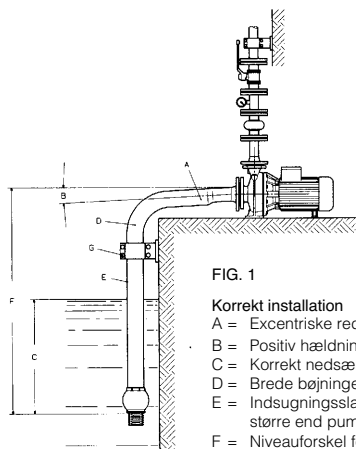

FIG. 1
5.5 Indsugnings- og udløbsslanger (se skema i fig. 1)